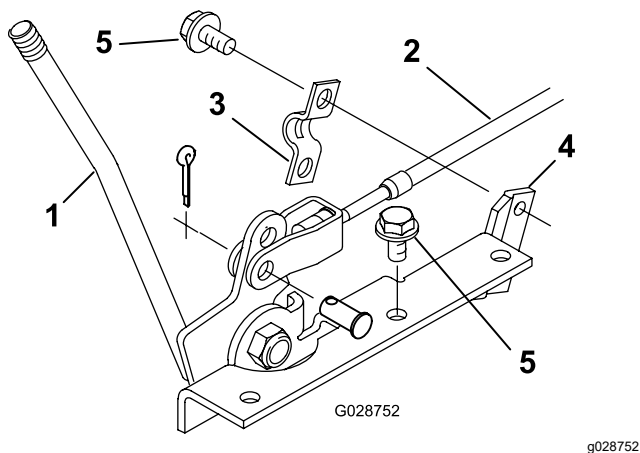

Figura 13
3. Conecte el pasador del cable de la TDF al orificio inferior de la palanca de la TDF con un pasador de horquilla y un pasador de chaveta (Figura 13)
- Fije el cable de la TDF al soporte de la palanca de la TDF con una abrazadera y dos tornillos autorroscantes (Figura 13).